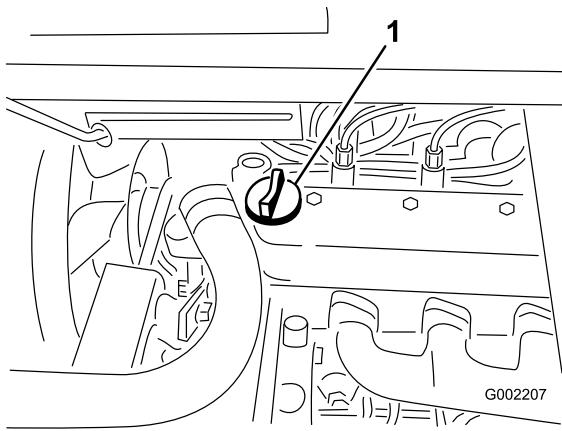

図 40
3. 油量が少なければ、バルブ・カバーの上に付いている補給口（図 40）を開け、ディップスティックの Full マークまでオイルを補給する；オイルの種類や粘度の選択については「エンジン・オイルについて」を参照。補給するときは、ディップスティックで確認しながら少量ずつ入れてください。入れすぎないよう注意してください。